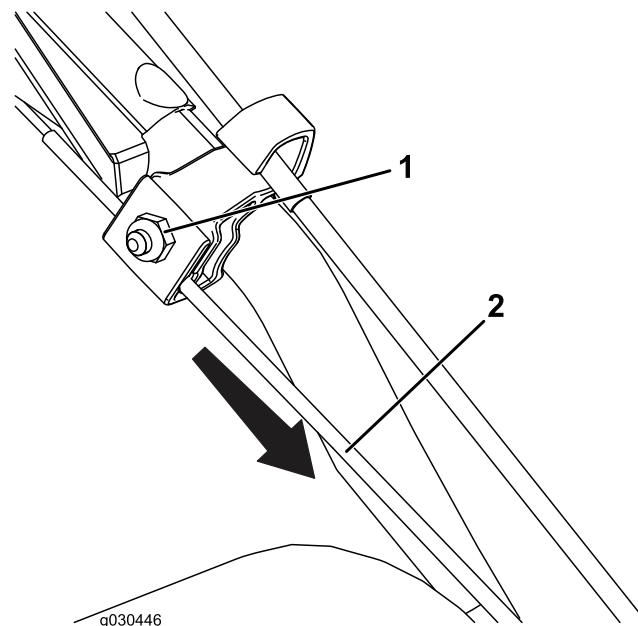

Figura25
1. Slăbiți piulița de pe clema de cablu superioară, însă nu o înlăturați (Figura25).
2. Trageți cablul în jos pentru a tensiona cablul (Figura25).
3. Strângeți piulița (Figura25).